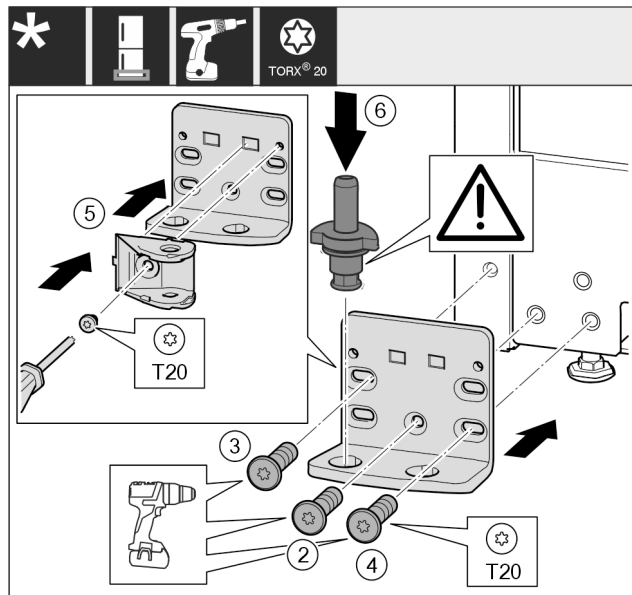

Fig. 49 \*
- ▶ 将托架安装到另一侧，并借助螺丝刀旋紧。从底部中心的螺钉 Fig. 49 (2) 开始。\*
- ▶ 拧紧螺钉 Fig. 49 (3) 和螺钉 Fig. 49 (4)。\*
- ▶ 将关门阻尼器连接装置 Fig. 49 (5) 旋转 180°。用螺丝刀拧紧托架的另一侧。\*
- ▶ 将轴承螺栓 Fig. 49 (6) 完全装入。同时注意止动凸轮需指向后方。\*